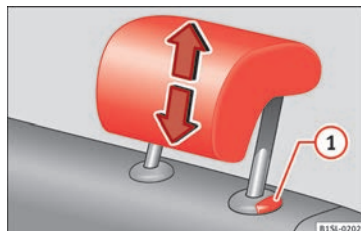

Fig. 119 Dépose de l'appuie-tête arrière.
- Retirez l'appuie-tête complètement en maintenant la touche » fig. 119  appuyée.